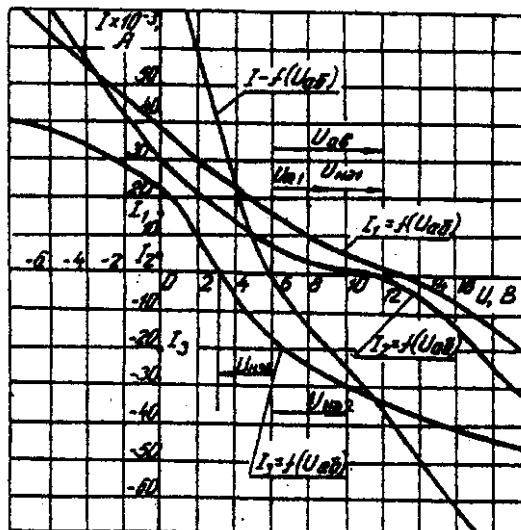

Рис. 6.7. Результирующие вольт-амперные характеристики
3. Нанесем кривые $I_1 = f(U_{aБ})$, $I_2 = f(U_{aБ})$ и $I_3 = f(U_{aБ})$ на одном рисунке и построим результирующую вольт-амперную характеристику $I = f(U_{aБ})$ просуммировав ординаты кривых (рис. 6.7).
Для рассматриваемого примера имеем (см. рис. 6.7), А
Располагая построенными характеристиками, легко находим напряжения на всех нелинейных элементах цепи (см. рис. 6.7):